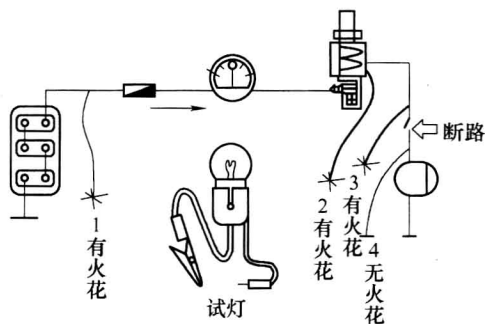

图 1-1 搭铁试火法
2) 搭铁试火法: 将一根两头裸露的导线作试火线, 导线一端连接用电设备接线柱, 另一端与车体金属部位试火, 如图 1-1 所示。